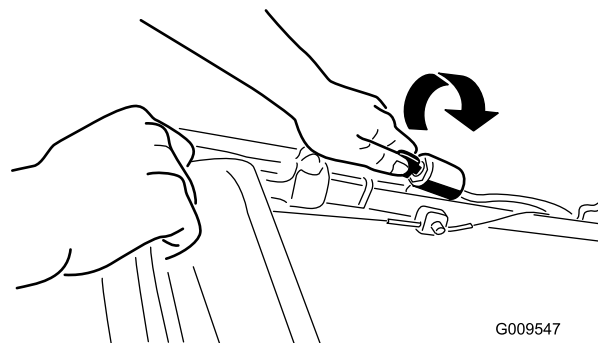
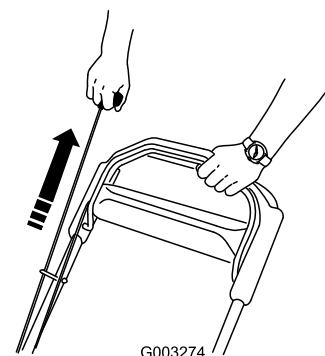

Bild 14
Bild 15
2. Drehen Sie den Zündschlüssel (Bild 14) oder ziehen Sie am Rücklaufstartergriff (Bild 15).
Hinweis: Ziehen Sie leicht am Startergriff, bis Sie einen Widerstand spüren. Ziehen Sie ihn dann kräftig durch (Bild 15). Lassen Sie das Seil langsam zum Griff zurücklaufen.